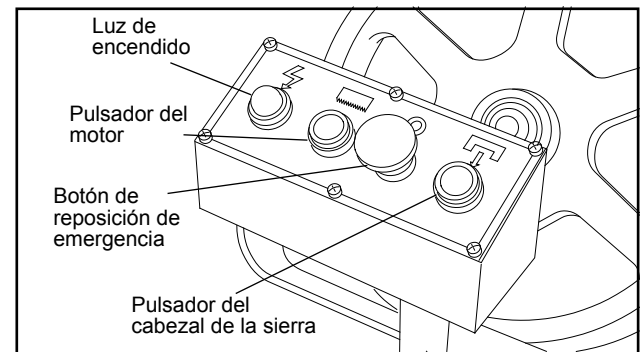

Figura 3: Panel de control
2. Para bajar el cabezal de la sierra, presione el pulsador verde en el lado derecho del panel de control (vea la Figura 3).